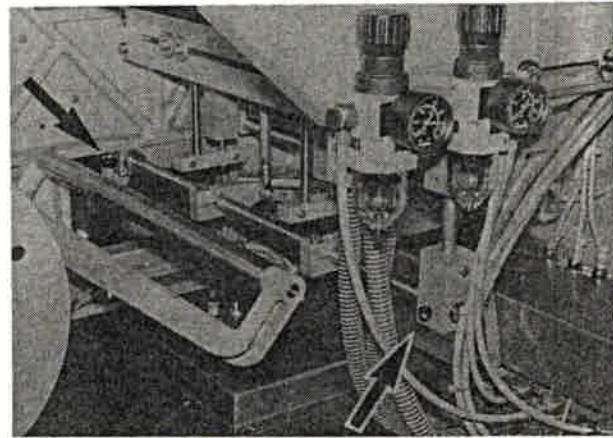

Bild 90
– und Schmiernippel (Bild 90/Pfeil) an den Lagerstellen der Betätigungsrolle abschmieren.